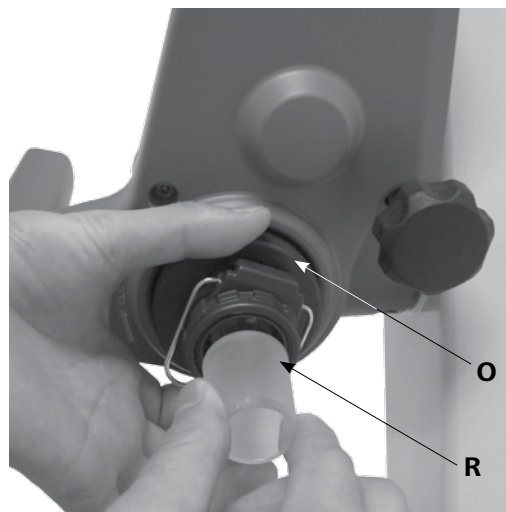

Fig. 14b
- 次にロック装置(O)を時計回りに60°回して固定します。(Fig. 14b)